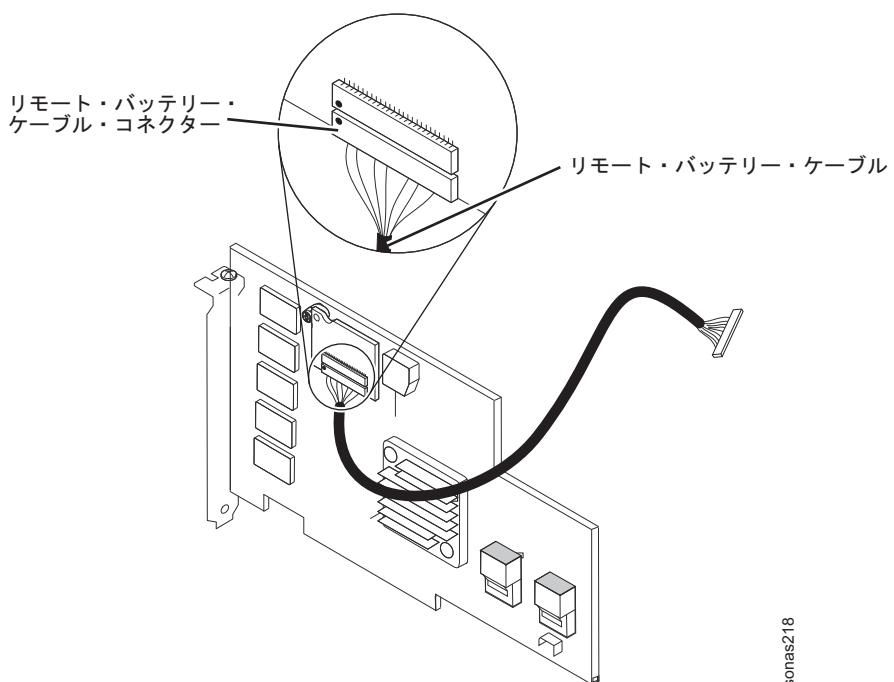

図 34. リモート・バッテリー・ケーブルの切り離し
- b. バッテリーおよびバッテリー・キャリアをトレイから持ち上げ、ServeRAID コントローラー上の変換コネクター・カードからリモート・バッテリー・ケーブルを慎重に切り離します。 図 34を参照してください。